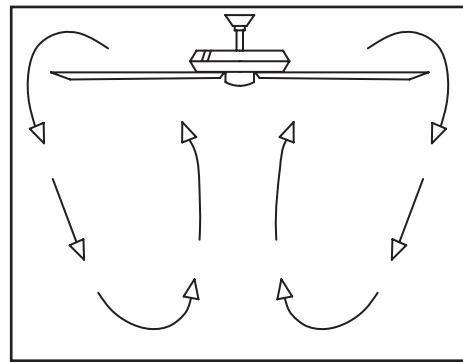

Figura 19
**Clima frío** - (Reversa) Un flujo de aire hacia arriba desplaza el aire caliente lejos del techo, como se muestra en la Figura 19. Esto permite fijar tu unidad de calefacción en configuración más baja sin afectar tu comodidad.